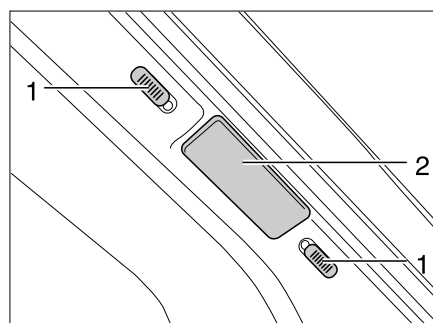
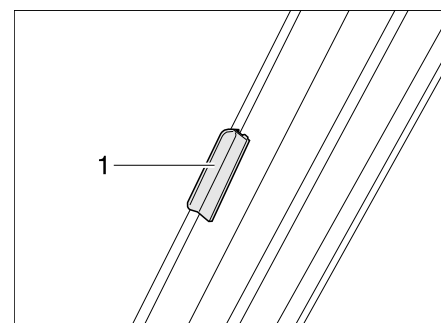

Bild 26 Verriegelung faltverdunklung Frontscheibe
Bild 27 Verriegelung faltverdunklung Frontscheibe (I-Modell)
- Die beiden Hälften der faltverdunklung für die Frontscheibe am Griff (Bild 26,2 und Bild 27,1) bis zum Anschlag nach außen schieben.
- Die Verriegelungsknöpfe (Bild 26,1) nach unten bzw. nach oben schieben. Wenn der rote Punkt sichtbar ist, ist die Verriegelung offen.